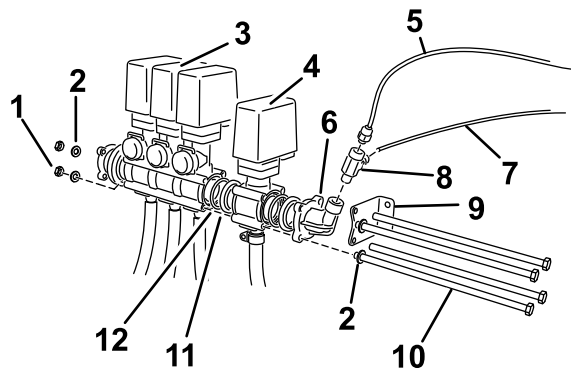

図 5
4. 付属部品の中にあるホースリールバルブ・アセンブリを、既存のバルブと直接に接続する（図 5）。
6. ブラケットの位置を調整する；ブラケットをバルブ・アセンブリの端に近づけて、エルボアダプタの2つの穴がブームバルブ取り付けブラケットに一番近い位置にくるようにする (図 5)。
7. 取り付けブラケットに長いボルト2本 (M8 X 260 mm) を通し、ホースリールのバルブのボディの上下の穴を通し、取り付けレールに一番近いブームバイパスバルブを通す (図 5)。
9. のこりの2本のボルト (M8 X 260 mm) と既存のワッシャを使って、各バルブ・アセンブリをバルブボディの空いている穴に固定する (図 5)。
13. T字フィッティングを取り付ける (図 5)。